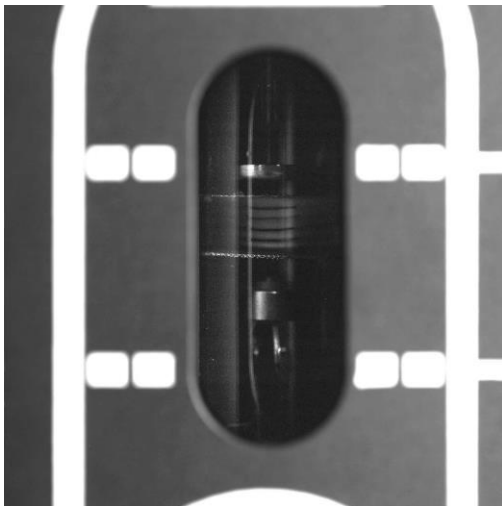

Abb. 3: Franck-Hertz-Betriebsgerät mit Ne-Röhre: Fünf typische Leuchtschichten.
B) Mit dem Tastschalter (2) und Drehknopf (13) die Parameter entsprechend des der Röhren beiliegenden Testreports einstellen.
C) Mit dem Tastschalter (3) "Manuell" einstellen. Mit dem Tastschalter (5) die Messung starten. Ein typisches Bild der Leuchtschichten bei Ne-Rohr ist in Abb. 3 zu sehen. Die sichtbaren Leuchtschichten (Wellenlänge beträgt ca. 640 nm und entspricht etwa 2 eV) entstehen, wenn die durch Elektronenstöße angeregten Ne-Atome aus den 3p-Zuständen (ca. 19 eV) über die 3s-Zustände (ca. 17 eV) wieder in den Grundzustand übergehen.